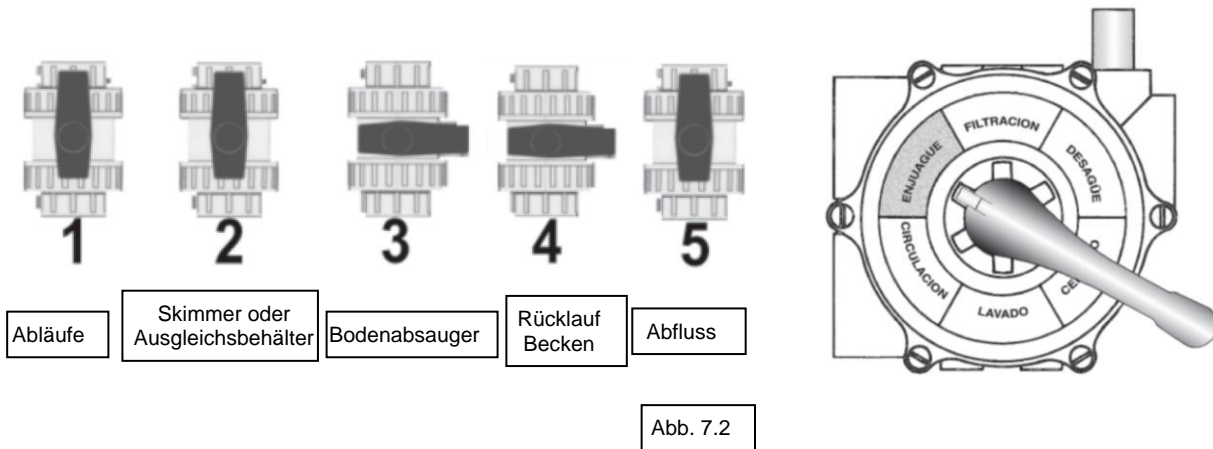

Abb. 7.2
- Stoppen Sie die Pumpe und positionieren Sie die Ventile wie in *Abb. 7.2* dargestellt.